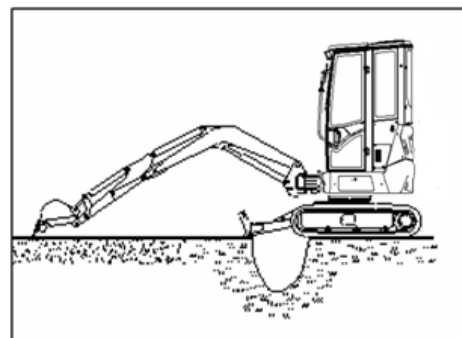

FIG. 4.4.6
- 6) Atunci când utilajul intră în șanț sau trece prin calea de rulare, puteți folosi brațul și biga pentru a ajuta utilajul să treacă (FIG. 4.4.6).